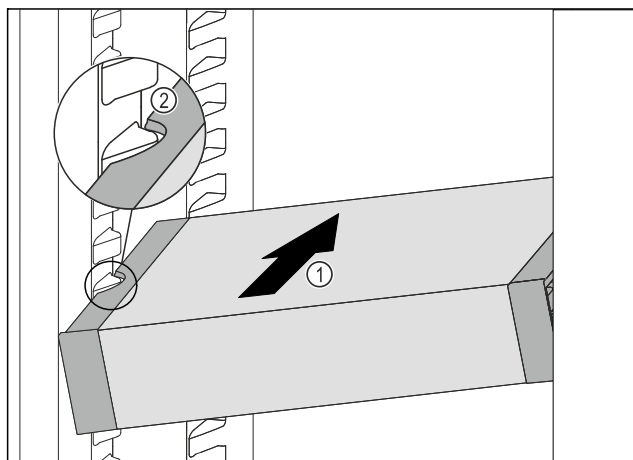

Fig. 190
- Inserire VarioSafe ad angolo nel vano frigorifero Fig. 190 (1), fino a quando le cavità laterali Fig. 190 (2) di VarioSafe non si trovano al livello della nervatura del contenitore nel vano frigorifero.